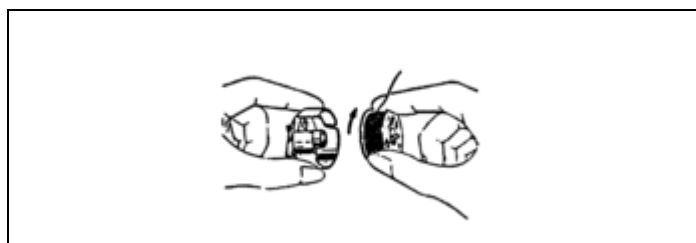

Fig. 8.
9. MONTAGEM DA BOBINA (Fig. 8, 9, 10 e 11)
1. Coloque a bobina na caixa da bobina. Puxe o fio no entalhe 1 e puxe-o por baixo da mola de tensão 2 (fig. 8 e 9).